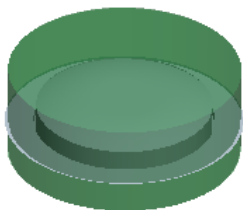
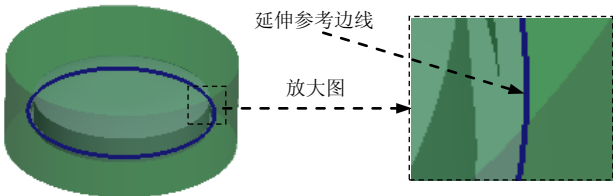

图 30.9 延伸曲面 1
图 30.10 延伸参考边线
Step5. 创建图 30.9 所示的延伸曲面 1。按住 **Shift** 键，选取图 30.10 所示的复制曲面的边线（为了方便选取复制边线，创建延伸特征并取消遮蔽坯料）；单击 **分型面** 功能选项卡 **编辑** ▾ 区域的 **延伸** 按钮，此时出现 **延伸** 操控板；在延伸距离文本框中输入数值 50；在 **延伸** 操控板中单击 按钮，完成延伸曲面 1 的创建；在“分型面”选项卡中单击“确定”按钮 ，完成分型面的创建。